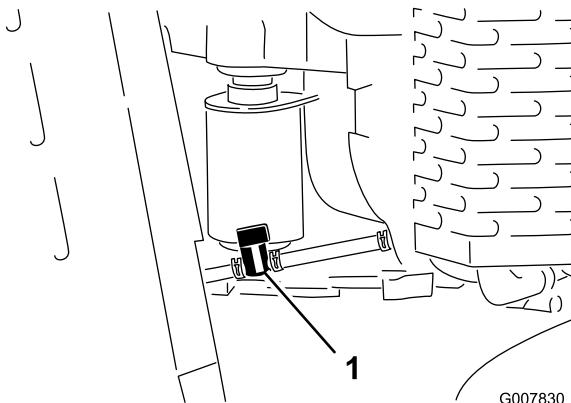

Figure 37
4. Tournez le robinet d'arrivée de carburant en position fermée (Figure 37).
5. Pincez les extrémités du collier de flexible du côté moteur et poussez le collier vers le haut de la conduite d'alimentation, à l'opposé du robinet (Figure 37).
6. Débranchez la conduite d'alimentation du robinet (Figure 37).
3. Tournez le robinet d'arrivée de carburant en position fermée (Figure 37).
7. Tournez le robinet d'arrivée de carburant en position ouverte (Figure 37).